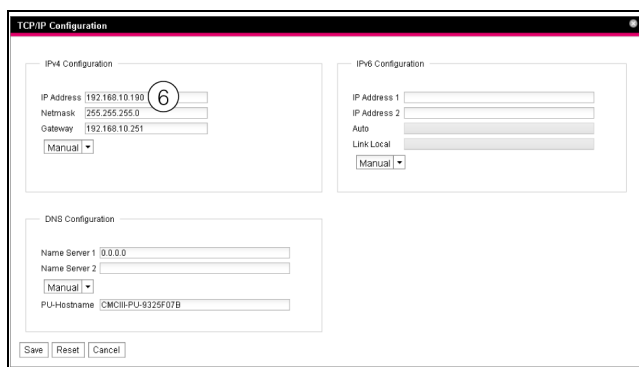

Abb. 11: Anpassen der TCP/IP-Einstellungen
- Ändern Sie im Fenster **TCP/IP Configuration** im Gruppenrahmen **IPv4 Configuration** die IP-Adresse des Geräts auf eine im Netzwerk erlaubte Adresse ab (Abb. 11, Pos. 6).